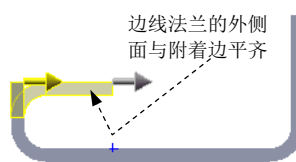

图 7.2.18 材料在内
- ☑ “材料在内” 按钮 ：边线-法兰的外侧面与附着边平齐，如图 7.2.18 所示。